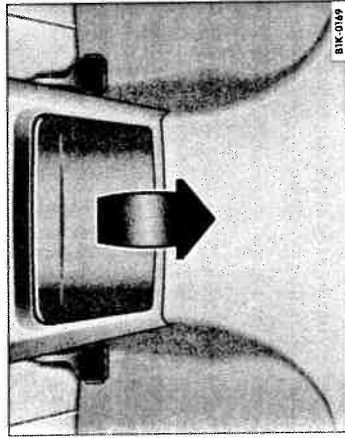

Fig. 88 Suport pentru băuturi rabatabil în consola centrală din spate.
– Pentru *deschidere* trageți capacul ⇒ fig. 88 în sensul indicat, în jos.